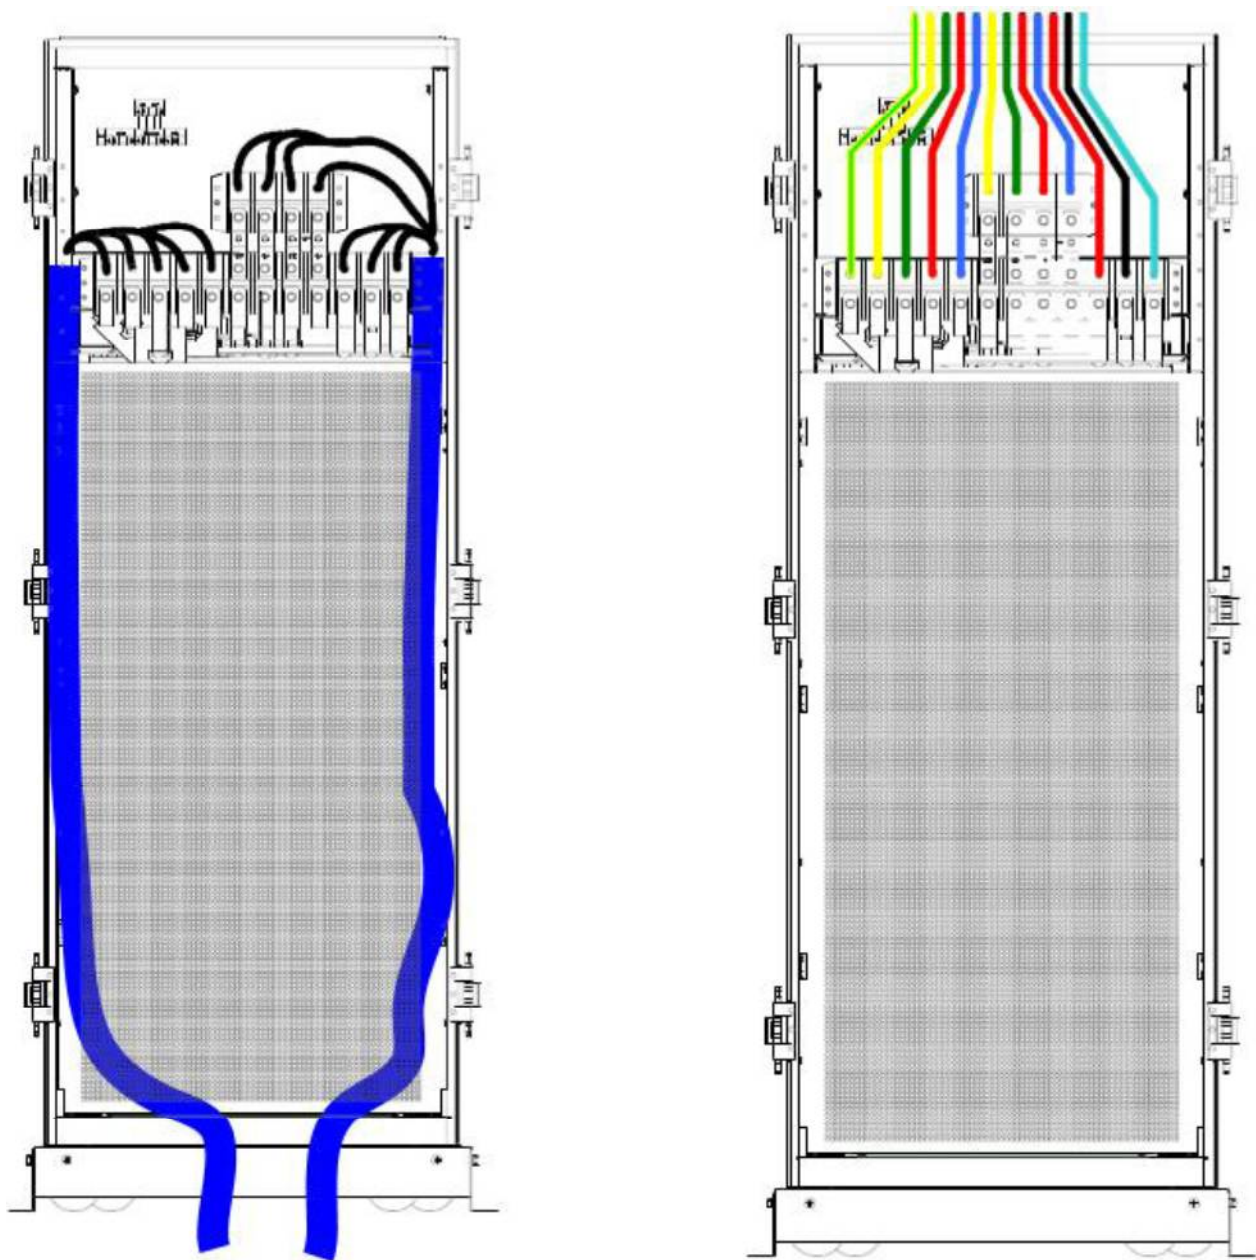
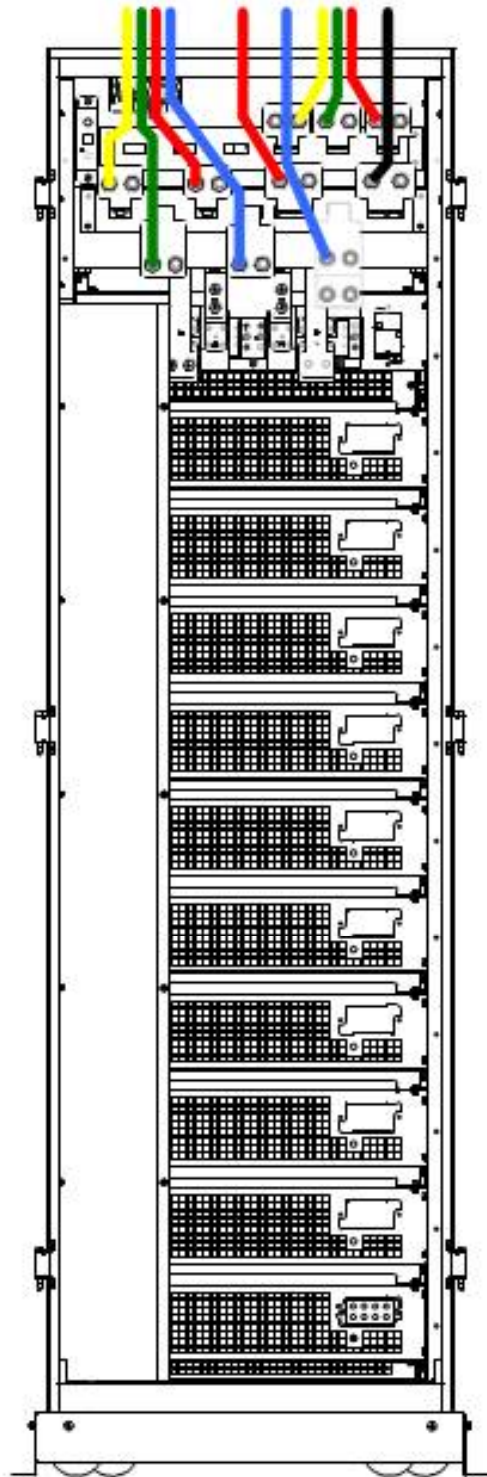

Fig. 3-14 Entrada de cables gabinete 6 módulos
Fig. 3-15 Entrada de cables gabinete 10 módulos
- La entrada de cables se muestra en la Fig.3-14, Fig.3-15 y Fig.3-16